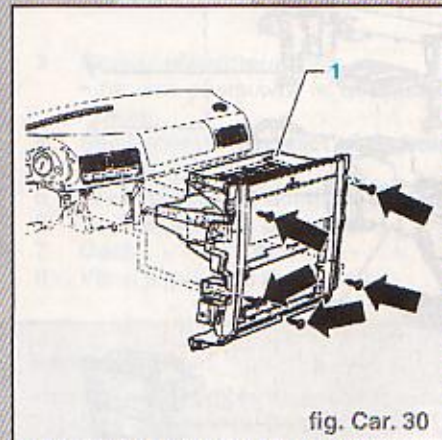

fig. Car. 30
- Retirer le renfort (1).
- Dévisse entièrement les cinq vis (flèches) (fig. Car. 30).